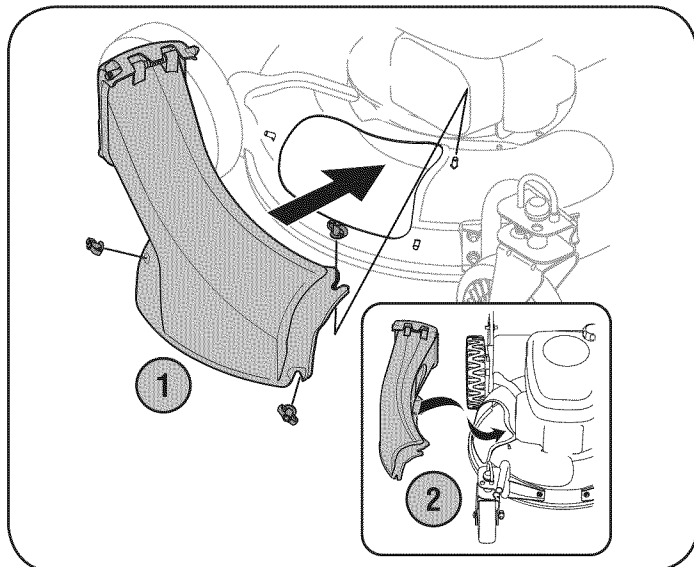

Figura 5
1. Extraiga las tres tuercas de mariposa que sostienen la tolva de abono en su lugar y retírela de la unidad. Vea la Figura 5.